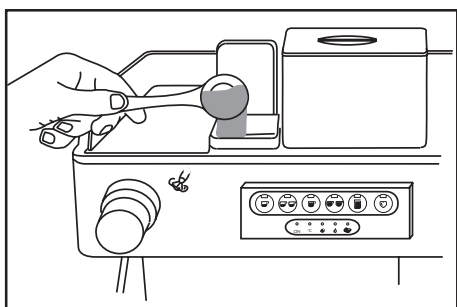

Fig. 11
- Aprire il coperchio del dosatore e introdurre una o due dosi di caffè macinato servendosi dell'apposito cucchiaino (fig.11).